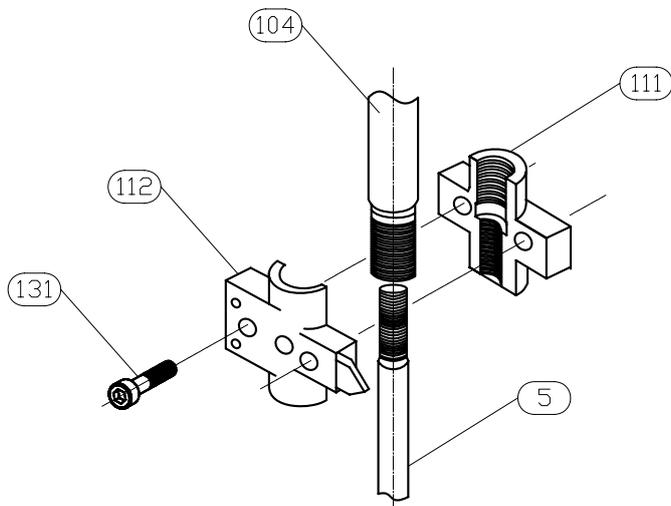
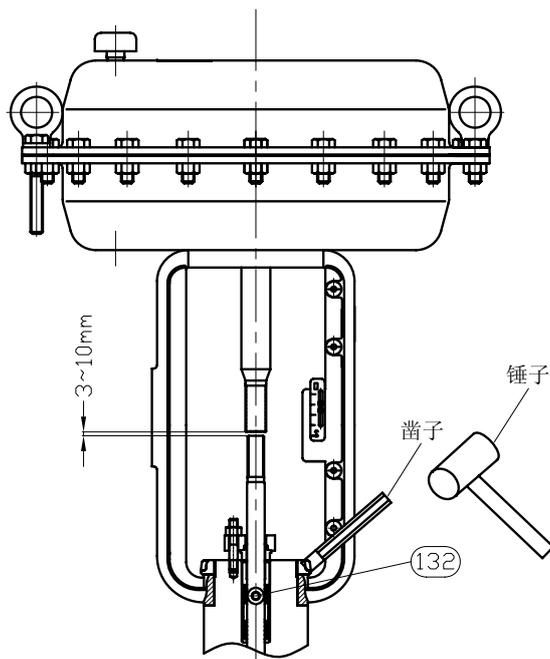

图 10-1
图 10-3
- 如图 10-1、10-2 所示，紧固连接件(112)的内六角螺钉(131)松开后拆下连接件，如图 10-3 所示状态。
- 按照图 10-3，用长方头凿子对准支架螺母凹槽，用榔头敲击。注意，图 10-3 是将支架螺母紧固时凿子的方向。支架螺母的螺纹是右螺纹，所以从驱动部上方看逆时针方向是松开。
- 如图 10-3 所示将内六角定位螺钉(132)松开后，将执行机构从本体部分离。
- 支架按拆卸前的位置安装后，用内六角定位螺钉固定。将支架螺母按图 10-3 的要领紧固，对紧固工具的注意要点与拆卸时相同。
- 请按 4-1(2)项进行执行机构不平衡力调整，然后紧固连接件 (112)。